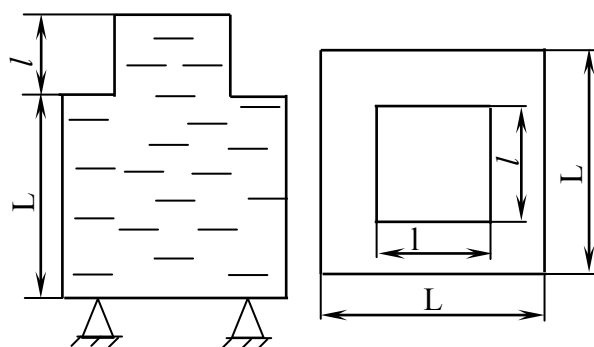

Рисунок 4.9
**4.2.10** Визначити силу тиску води (температура води  $t$ ) на дно посудини і на кожну з чотирьох опор (див. рис. 4.9). Поясніть результати.